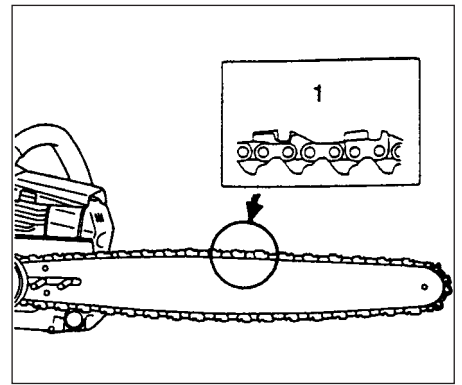

Fig.1-2
2. Verificare che la catena della sega (1) sia orientata correttamente come mostrato nella figura, e allineare la catena sulla ruota dentata. (Fig. 1-2)